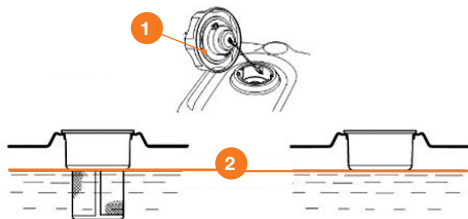

Рис. 5
При низком уровне топлива долейте его до установленного уровня ②. После заправки топливного бака надежно затяните пробку заправочной горловины ① (Рис. 5). Используйте только чистый, свежий неэтилированный бензин АИ-92.